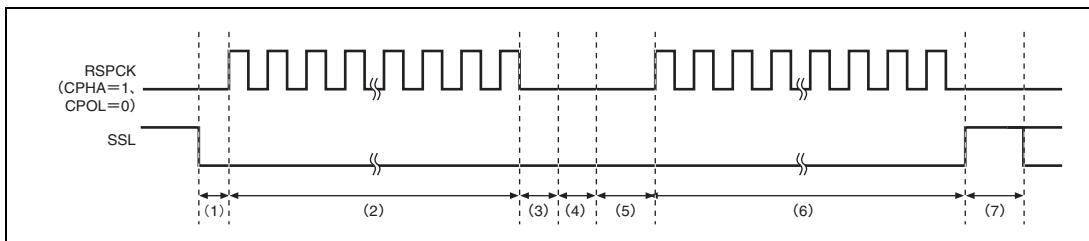

図 17.17 SSLKP ビットを利用したバースト転送動作の例
図 17.17 に、SPCMD0, 1 の設定を使用してバースト転送を実現した場合の SSL 信号動作例を示します。図 17.17 に記載した (1) ~ (7) の RSPI 動作内容について、以下に説明します。なお、SSL 出力信号の極性は、RSPI スレーブセレクト極性レジスタ (SSLP) の設定値に依存します。
SSLKP ビットに 1 を設定した SPCMD での SSL 信号出力設定と、次転送で使用する SPCMD での SSL 信号出力設定が異なる場合、RSPI は次転送のコマンドに対応した SSL 信号のアサート時（図 17.17 の（5））に SSL 信号状態を切り替えます。このような SSL 信号の切り替えが発生した場合、MISO をドライブするスレーブが競合して信号レベルの衝突が発生する可能性があるので注意してください。